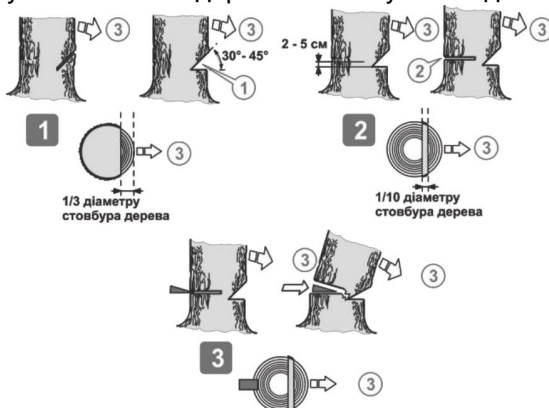

Рисунок 7. Схема послідовності дій під час валки дерева.
Існує спосіб змусити спіляне дерево впасти у необхідне місце (рис. 7).
4. Підготувати шлях відходу, який повинен бути спланований з урахуванням напрямку падіння спіляного дерева (рис. 7, 8).
6. Починати пиляти дерево з того боку (1, рис. 7), куди воно має впасти. Зробити клиноподібний розпил (1, рис. 7) під кутом 30–45 градусів, глибина якого приблизно дорівнює $\frac{1}{3}$ від товщини стовбуру.
7. Виконати пропил (2, рис. 7) з протилежного боку від клиноподібного розпили. Завершити розпилювання тоді, коли до внутрішнього краю клиноподібного розпили залишиться приблизно $\frac{1}{10}$ діаметра стовбуру. Пропил валки не повинен пройти стовбур наскрізь до клиноподібного розпили.
Центральна частина стовбуру, яка залишилася нерозпиляною, під час падіння дерева, виконає роль напрямної для напрямку падіння (3, рис. 7).